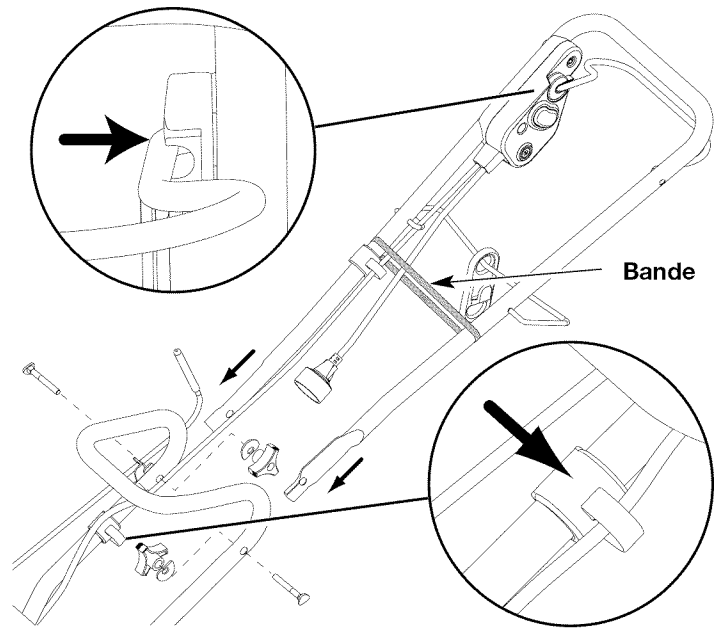

Fig. 1
1. Lorsque vous déballez la machine, détachez et sortez les deux boutons et rondelles de l'intérieur des barres inférieures (Fig. 1).
2. Tenez le guidon dans la position montrée dans la Figure 1 et glissez-le dans les barres inférieures en vous assurant que les extrémités du guidon sont à l'intérieur des barres inférieures.
4. Assurez-vous que l'oreille est bien assemblée dans l'ensemble interrupteur (Fig. 1).
7. Attachez le câble de l'interrupteur à la retenue du câble sur la barre inférieure comme montré dans le schéma en cartouche dans la Figure 1.
8. Retirez la bande une fois que la poignée supérieure est assemblée à la poignée inférieure (Fig. 1).